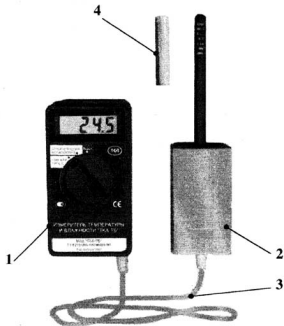

Рис.1. Внешний вид прибора "ТКА-ПКМ"(20).
5.1. Конструктивно прибор выполнен в виде двух функциональных блоков: блока обработки сигналов (1, Рис.1) и измерительной головки (2, Рис.1), соединённых между собой кабелем связи (3, рис.1.).
7.1. Снимите защитный колпачок с зонда (4, Рис.1). Поместите прибор в зону измерений.